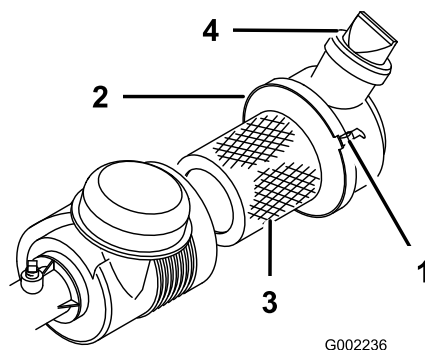

図 38
エアクリーナ本体にリーク原因となる傷がないか点検してください。本体とカバーがしっかり密着しているのを確認してください。破損したボディーは交換してください。また、使用ごとにバルブ(図 38)をひねって、ゴミを落としてください。フィルタの定期整備間隔は100運転時間です。
3. ストラップをゆるめてカバーとボディー(図 38)を分離する。
7. ストラップを固定する(図 38)。
4. カバーを取り付け、バルブを下にしてストラップで固定する（図 38）。